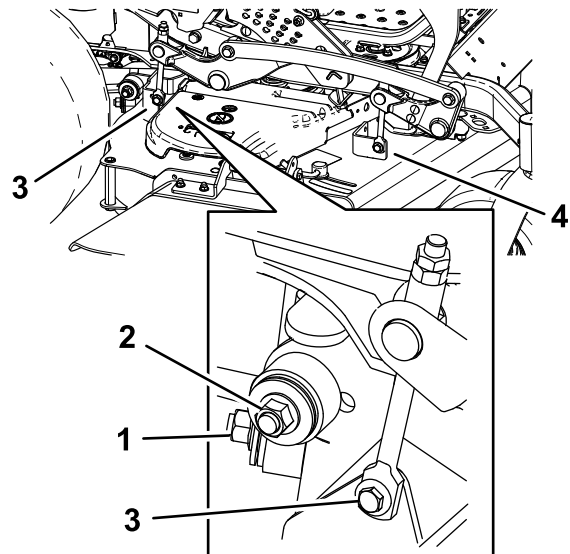

Figura 107
7. Retire y guarde los herrajes de ambos lados de la carcasa, según se muestra en Figura 107.